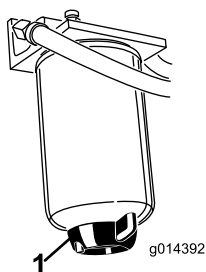

图36
每日从水分离器图36中排出水或其他污染物。每操作400小时后更换滤清器过滤筒。
2. 松开滤清器过滤筒底部的排油塞图36。